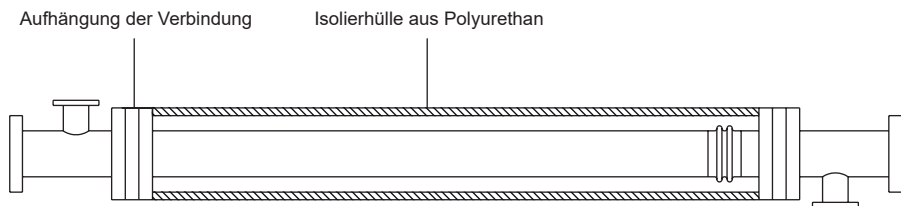

Abb. 9
- 4.9** Abbildung 9 veranschaulicht die möglichen Anschlüsse der Rohre. Es ist auch zulässig, große gebogene Rohre oder flexible Verbindungen zu verwenden.
- 4.10** Um den Kompensator vor äußerer Beschädigung zu schützen und den Energieverbrauch zu optimieren, ist es ratsam, eine Isolierhülle aus Polyurethan zu verwenden, wie in Abbildung 9 dargestellt.